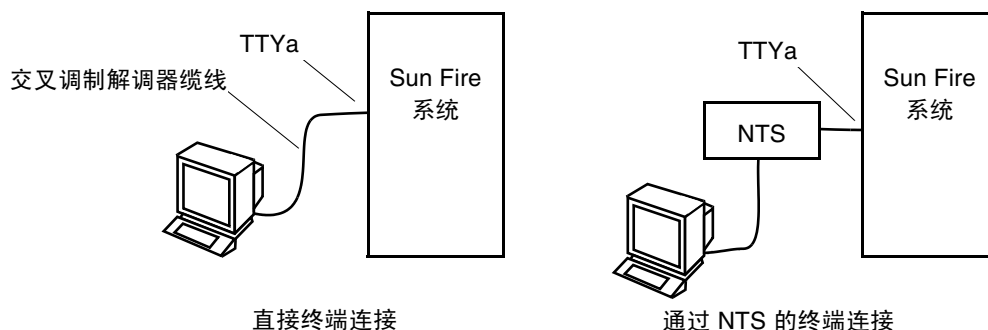

图 2-9 串行缆线连接
初始设置系统时，需用一根交叉调制解调器缆线或通过网络终端服务器 (NTS)，将 ASCII 终端连接到接插板上的主 TTYa 串行端口（图 2-9）。
2. 将串行缆线的另一端连接到 ASCII 终端或 NTS 服务器（图 2-9）。